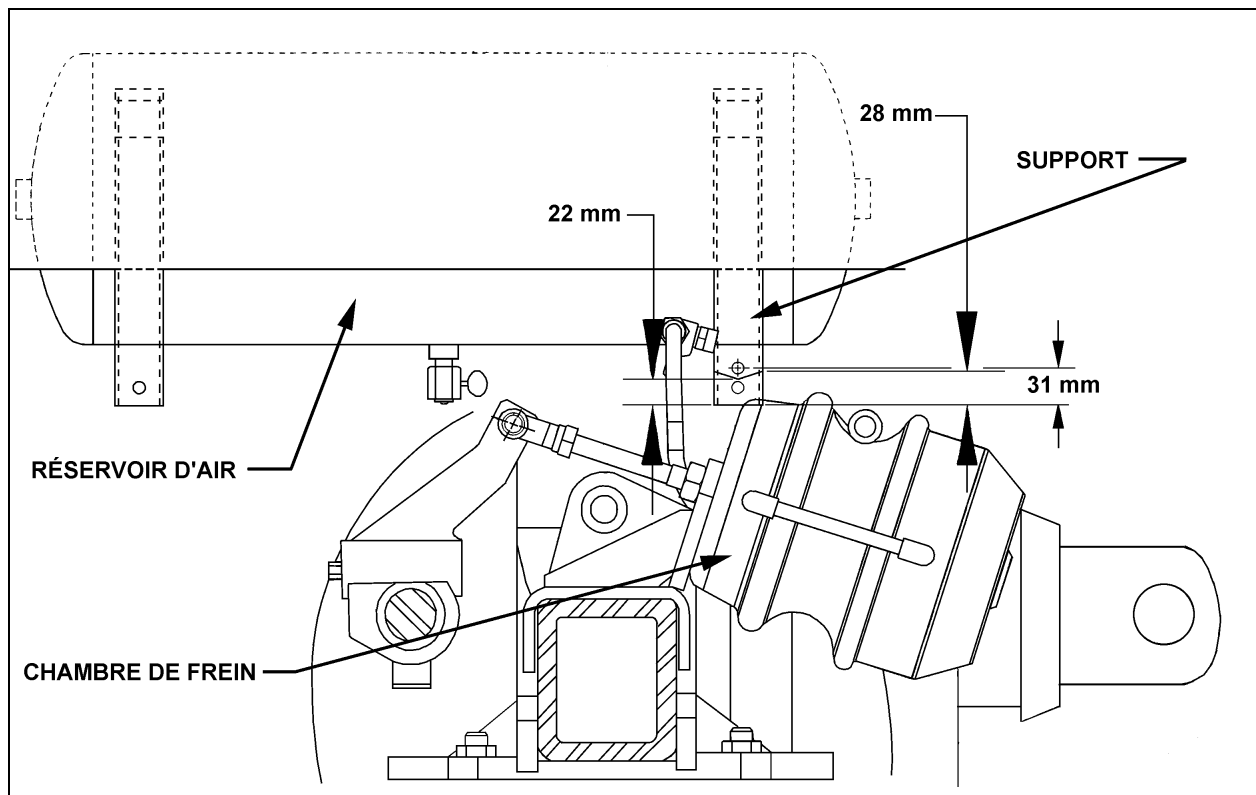

FIGURE 1 : SUPPORT DU RÉSERVOIR D'AIR
1. Sous le véhicule, au-dessus des chambres de frein de l'essieu moteur (côté gauche et côté droit), situer les supports arrière des réservoirs d'air (voir fig. 1).
2. Couper sous le goujon et l'écrou, l'extrémité de chacun des supports situés directement au-dessus des chambres de frein. Percer un trou de 10 mm de diamètre dans le support (voir fig. 1).